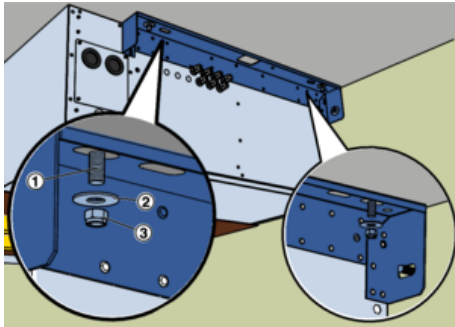
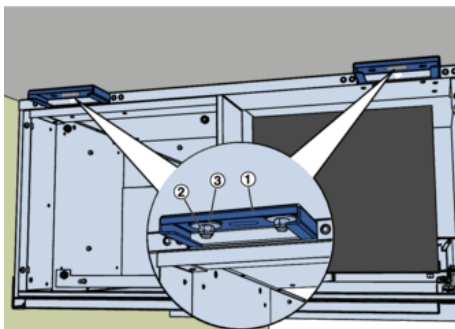

Abb. 9: Befestigung Außenseite Bauteil 1
Abb. 10: 4 Befestigungen an den beiden Laschen an Gerätebauteil 1
Erforderliche Befestigungspunkte für Bauteil 1 (Abb. 9 und Abb. 10)
5. ▶ Gerät an den Decken-Gewindestangen (Abb. 9/1) mit Karoseriescheiben (Abb. 9/2) und selbstsichernden Muttern (Abb. 9/3) befestigen, so dass es noch etwas bewegt werden kann.
Die Gewindestangen dürfen nicht über die Laschen (Abb. 10/1) hinausragen, da diese sonst mit dem Bauteil 2 kollidieren. Andernfalls die Gewindestangen vor Montage von Gerätebauteil 2 kürzen.
**Wichtig:** Die Verschraubungen der Laschen (Abb. 10) sind nach Montage von Gerätebauteil 2 nicht mehr zugänglich.